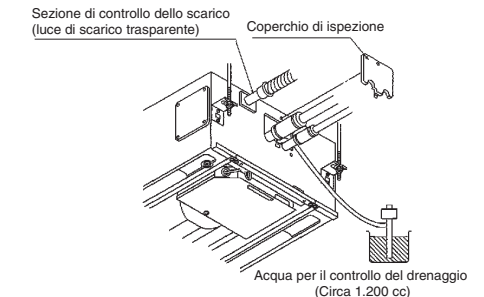

Fig. 3-30
- (4) Se il controllo del drenaggio è completo, scollegare il piedino di controllo (CHK) e reinstallare la copertura del tubo. (Fig. 3-30)
Per montare il coperchio del tubo, usare viti autofilettanti 4 x 8. (Fig. 3-30) Non usare viti lunghe siccome potrebbero forare la coppa di scolo e causare perdite d'acqua.